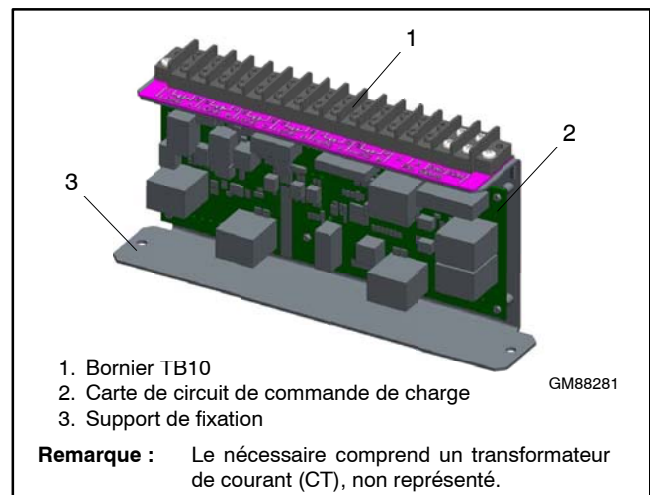

Figure 2-4 Nécessaire de délestage GM88281-1 (se monte à l'intérieur de l'enceinte du commutateur de transfert)
- The optional Load Shed Kit mounts inside a model RDT or RXT transfer switch. Figure 2-4 shows the load shed assembly.
- Le nécessaire de délestage en option se monte à l'intérieur du commutateur de transfert modèle RDT ou RXT. La Figure 2-4 montre le nécessaire de délestage.